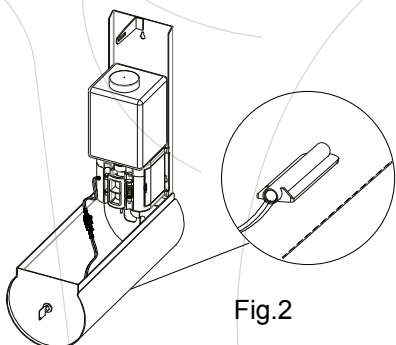

Fig.2
1. Åbn kabinettet med den medfølgende nøgle (fig. 2).